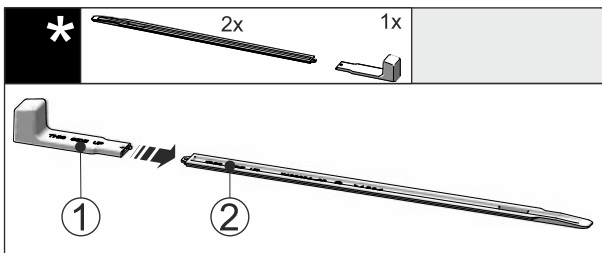

Fig. 42
- Futni dorezën e montimit Fig. 42 (1) në shinën e nivelimit Fig. 42 (2).